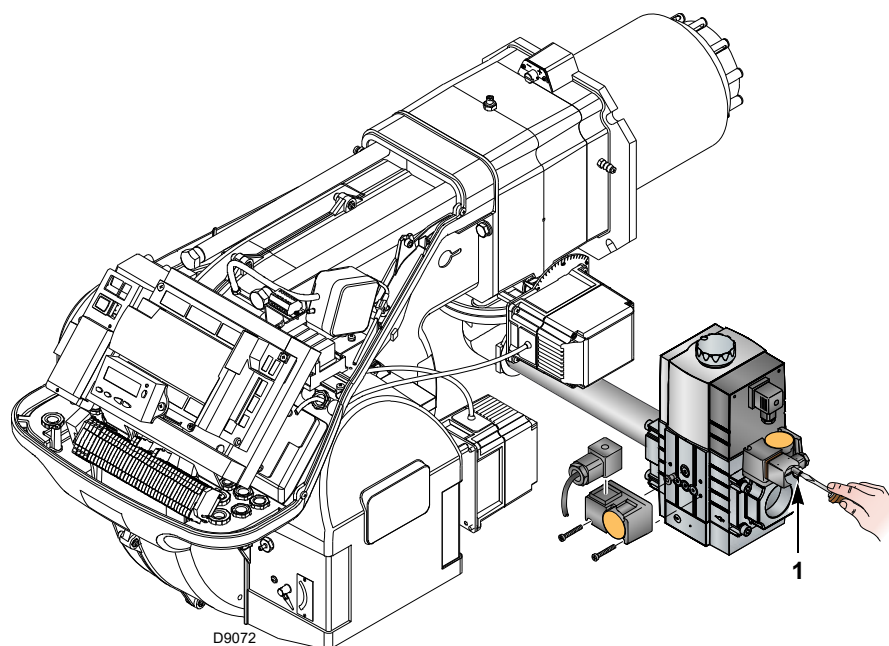

Fig. 26
- Contrôler la pression d'alimentation du gaz en raccordant un manomètre sur la prise de pression 1)(Fig. 26) du pressostat gaz seuil minimum : elle doit être inférieure à la pression maximale admise de la rampe gaz figurant dans la plaque d'identification.
- Purger l'air des tubes de la rampe gaz, en raccordant un tube en plastique sur la prise de pression 1)(Fig. 26) du pressostat gaz seuil minimum. Porter le tube de purge à l'extérieur de l'édifice jusqu'à sentir l'odeur du gaz.